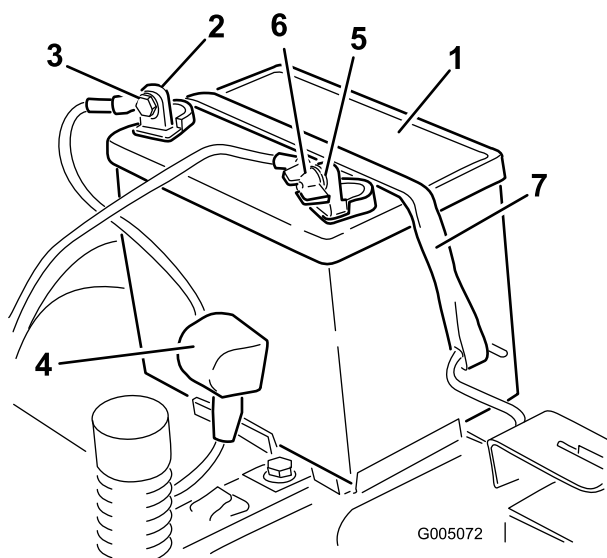

Figure 39
4. Débranchez le câble négatif (noir) de mise à la masse de la borne de la batterie (Figure 39).
6. Débranchez le câble positif (rouge) de la borne de la batterie (Figure 39).
7. Déposez la barrette de maintien de la batterie (Figure 39) et soulevez la batterie de son support.
1. Placez la batterie dans son support (Figure 39).
5. Fixez la batterie en place à l'aide de la barrette de maintien (Figure 39).